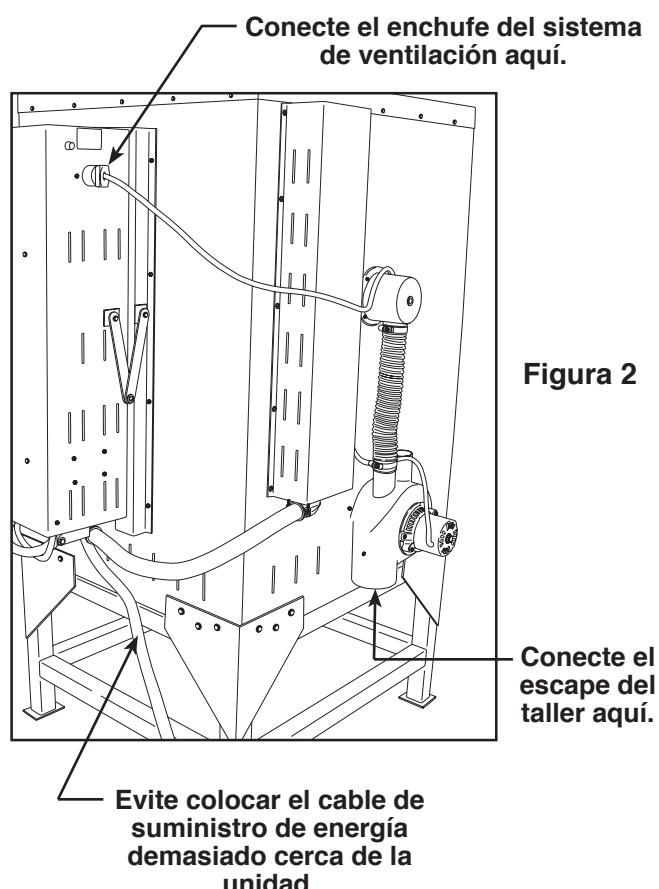

Figura 2
1. Conecte el escape del taller a la conexión estándar de 102 mm (4-inch) en la base del sistema de ventilación. Consulte la Figura 2.
1. Conecte el enchufe del sistema de ventilación al tomacorriente en la caja de control. Consulte la Figura 2.